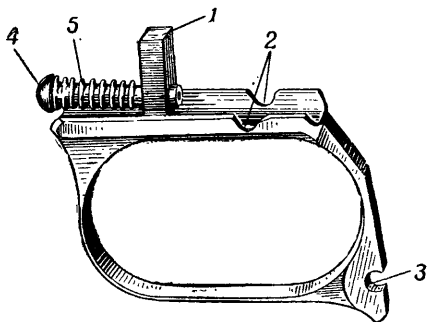

Рис. 25. Спусковая скоба:
26. Спусковая скоба (рис. 25) служит для предохранения от случайного нажатия на спусковой